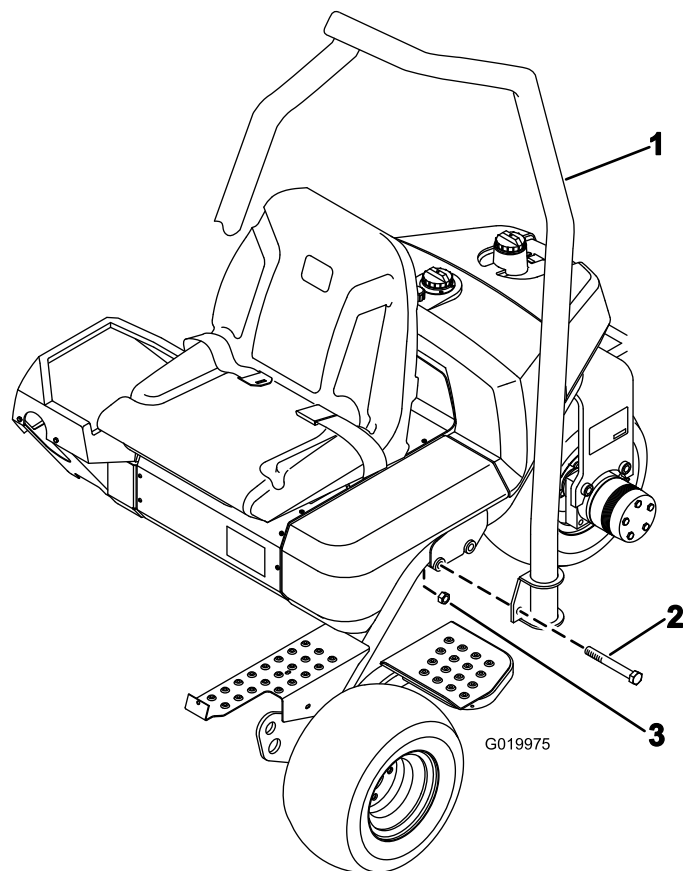

Figura 7
1. Coloque o ROPS de forma a que a parte superior do tubo fique curvado em direcção à parte da frente da máquina (Figura 7).
2. Baixe o ROPS para a estrutura, alinhando-o com os furos de montagem (Figura 7).
3. Prenda cada lado do ROPS à estrutura com 2 parafusos (5/8 x 4-1/2 pol.) e porcas de bloqueio como se mostra na Figura 7. Aperte com 183–223 Nm.